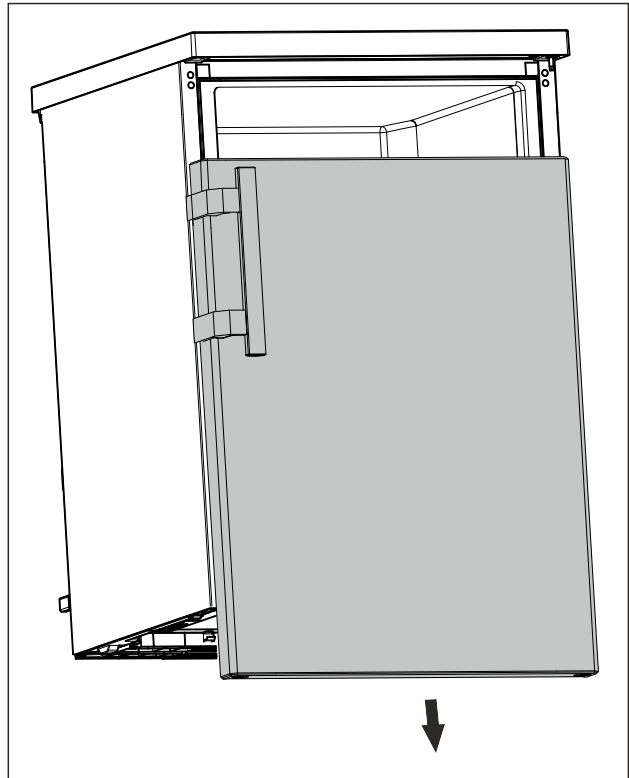

Fig. 17
- ▶ Desmontar la puerta hacia abajo. (consulte Fig. 17)